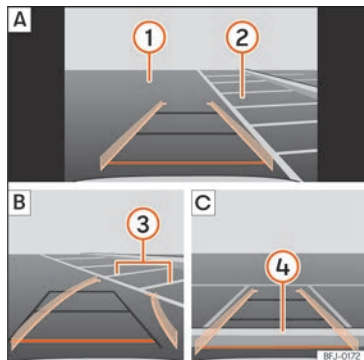

Fig. 212 Affichage à l'écran du système d'infodivertissement : stationner avec l'assistant de marche arrière.
Légende de la **fig. 212** :
- Placez le véhicule en face de la place de stationnement » fig. 212 ② A.
- Reculez en tournant le volant afin que les lignes jaunes pénètrent dans la place de stationnement. Les lignes vertes et jaunes doivent correspondre aux lignes de délimitation latérales ③ B.
- Arrêtez le véhicule lorsque la ligne rouge a atteint la limite arrière ④ C.